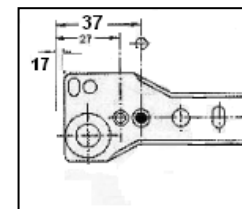

Рис.3 Схема установки роликовых направляющих
2. К боковинам № 1, 3 прикрутить направляющие из комплекта – Д (см.рис.3) саморезами 3,5x16 – В;